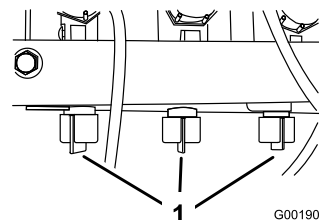

Figure 30
12. Réglez la soupape de dérivation de rampe (Figure 30) située sous la soupape de commande de la rampe que vous avez mise hors service jusqu'à ce que la valeur indiquée au manomètre soit la même qu'au point 9.